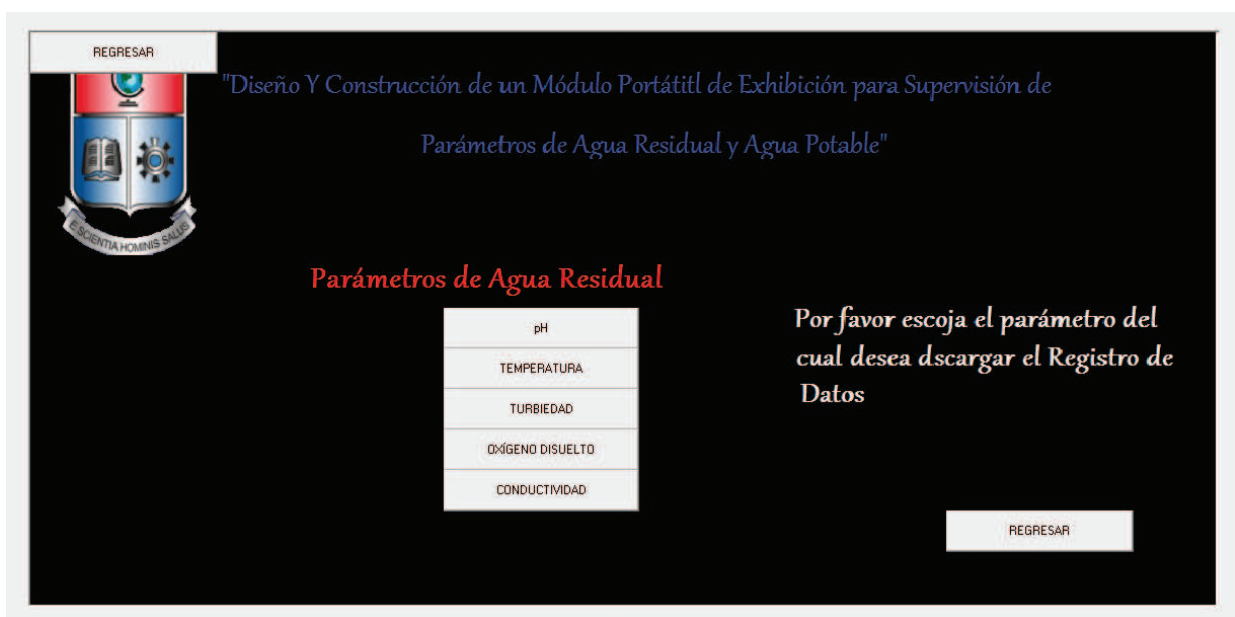

Figura 33. Selección del Parámetro de Agua Residual
5. Se presiona de acuerdo a tipo de Agua que se haya medido; por ejemplo al presionar Agua Residual, aparecerá la pantalla de la Figura 33., y se escoge el parámetro que se desea abrir el registro de datos.